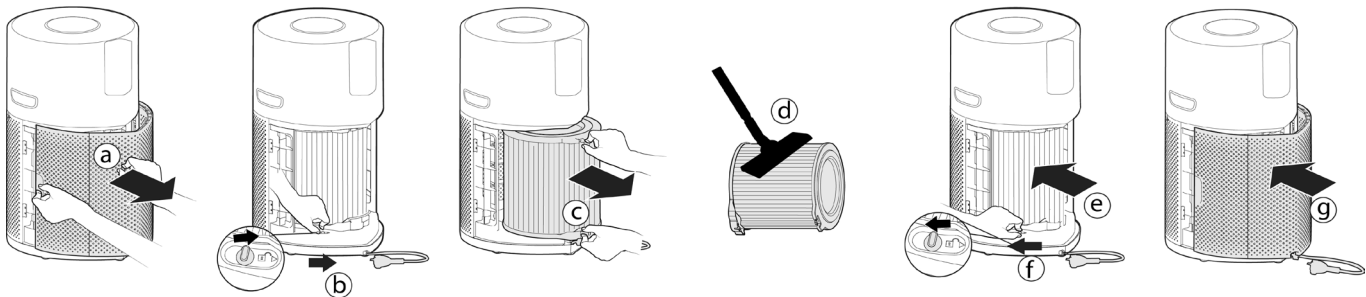

Рис. 14
Очистка / Замена фильтра: [Рис. 14]
- Снимите крышку блока забора воздуха с прибора. [Рис. 14а]
- Откройте защелку фиксатора фильтра. [Рис. 14б]
- Снимите фильтр с прибора. [Рис. 14с]
- С помощью пылесоса очистите наружную сетку на блоке фильтра ИЛИ замените на НОВЫЙ фильтр. [Рис. 14д]
- Верните блок фильтра в прибор. [Рис. 14е]
- Закройте защелку фиксатора фильтра. [Рис. 14ф]
- Установите крышку блока забора воздуха на прибор. [Рис. 14г]